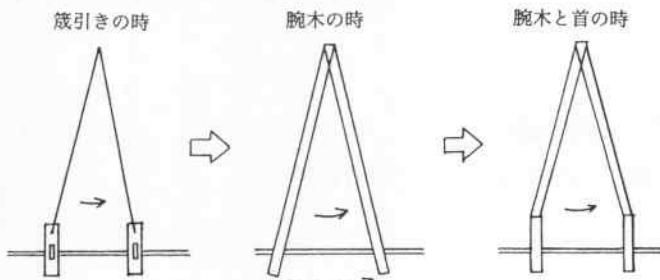

図19 箍束のあたり方
- ・図19に箒引きによる打ち方と、腕木による打ち方の違いを描いてみた。厳密にいえばさほど織っている上では腕木の違いはあまり苦にならないようだが、改良する前の形として見ることができる。箒引きがついているときは自動的に戻りやすいが、いつも引っ張られている状態なので、引いたときに重い感じがする。腕木の方が使用したとき軽い感じがする。振り子のように戻るだけなので、さほど引っ張られる感じがしないためだと思われる。